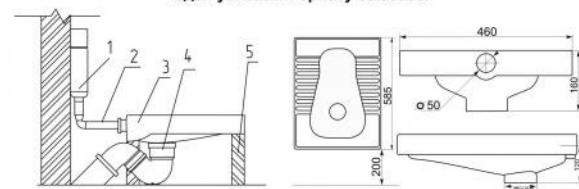

рис.9/pict.9/9-сур
3. Закрепите на выводной трубе унитаза колено /сифон (4-рис. 9) для соединения с канализацией.
4. Подсоедините подводящий патрубок к чаше (2 – рис.9).
6. Присоедините с помощью подводящего патрубка (2-рис. 9) смывной бачок (1-рис 9) к унитазу.